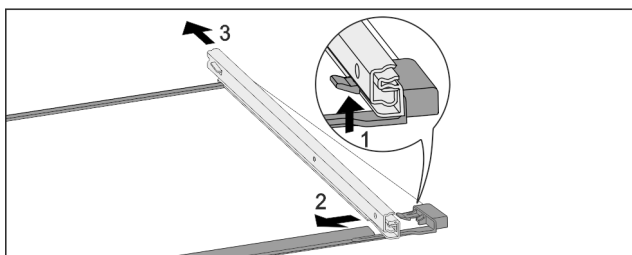

Fig. 274 Placa de sticlă cu șine
- ▶ Apăsați în sus cârligul de blocare frontal. Fig. 274 (1)
- ▶ Îndepărtați șinele de extragere prin împingere în lateral Fig. 274 (2) și spre spate Fig. 274 (3).